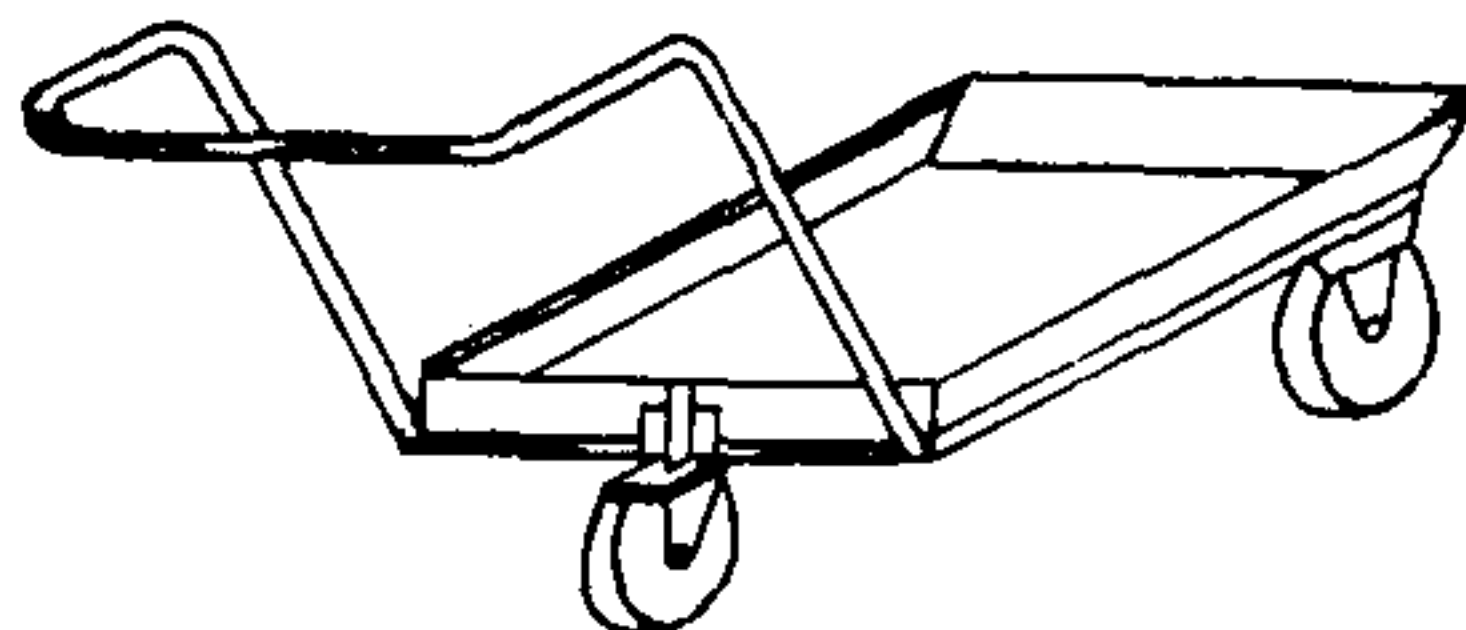

Рис. 13. Тележка для транспортировки деталей, узлов и других материалов
5. Тележка (ручная) для транспортировки деталей, узлов и других материалов (рис. 13) сварной конструкции (из стальных труб и листа).